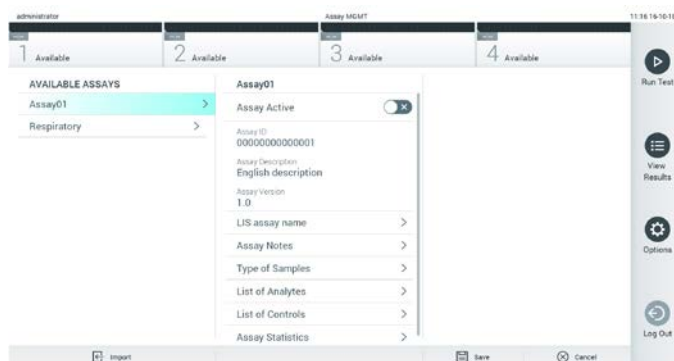

Figura 59. Pantalla Assay Management (Administración de ensayos).
2. Para importar el nuevo ensayo en el QIAstat-Dx Analyzer 1.0, pulse el botón Options (Opciones) y, a continuación, el botón Assay Management (Administración de ensayos). Aparecerá la pantalla Assay Management (Administración de ensayos) en la zona de contenido de la pantalla (figura 59).